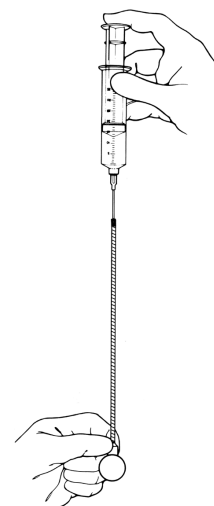

Figura 4-3b. Llene el balón
6. Llene el balón con aproximadamente 20 cc de solución de llenado. (Figura 4-3b)